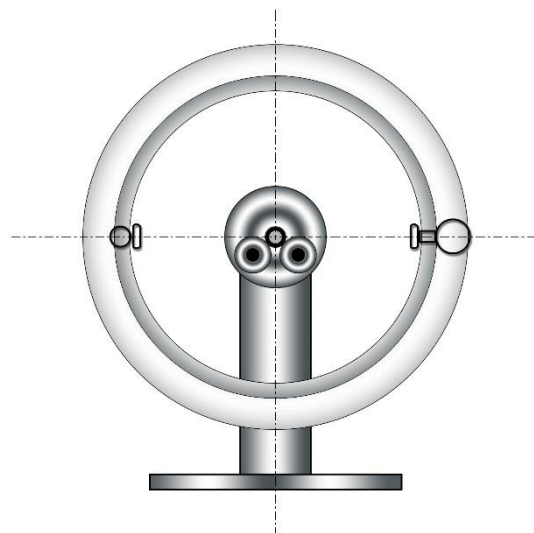

Figure 4 : Correspondance
7. Enlevez maintenant le poids d'équilibrage appliqué (étape 5). Avec un peu de chance, le déséquilibre de la jante sans pneus et la jante avec des pneus se neutraliseront. Pour atteindre ce point, tournez la jante de façon à ce que les deux points marqués soient opposés l'un de l'autre (voir Fig. 4). Maintenant, la roue complète est équilibrée. Normalement, vous n'avez besoin que de l'un des deux poids de pondération. Le poids doit être appliqué jusqu'à ce que la roue complète reste en position de repos. Lorsque cela se fait, veillez à utiliser le moins de poids possible, le poids doit être uniformément réparti sur les deux côtés de la jante. Si un poids total de plus de 50 g est nécessaire, vous devez réclamer le pneu.